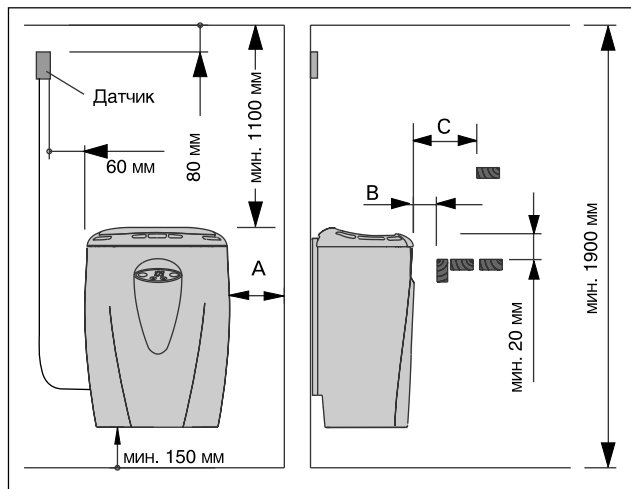
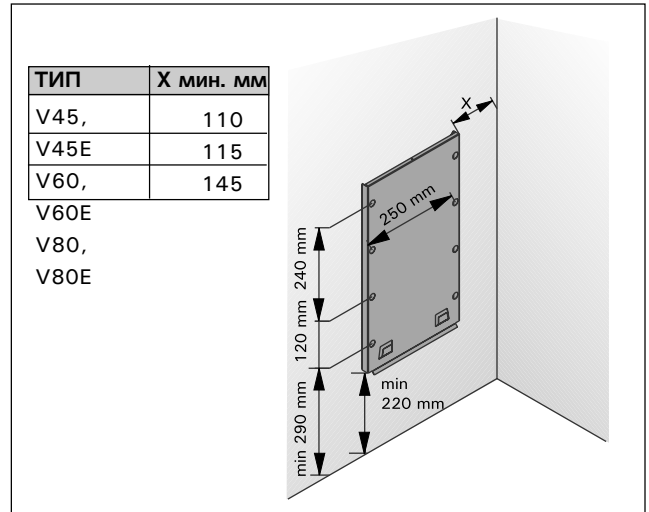

Рисунок 4. Расстояния безопасности
Рисунок 6. Установка крепёжной рамы
- При расположении каменки выполняются условия минимальных расстояний, изображенных на рис. 4 и указанных в таблице 1.
1. С помощью прилагаемых шурупов прикрепите к стене монтажную раму, соблюдая минимальные расстояния, указанные в таблице 1 и на рис. 4. Установка рамы изображена на рис. 6.
При установке защитного ограждения вокруг каменки следует соблюдать расстояния, указанные на рис. 4 и в табл. 1.